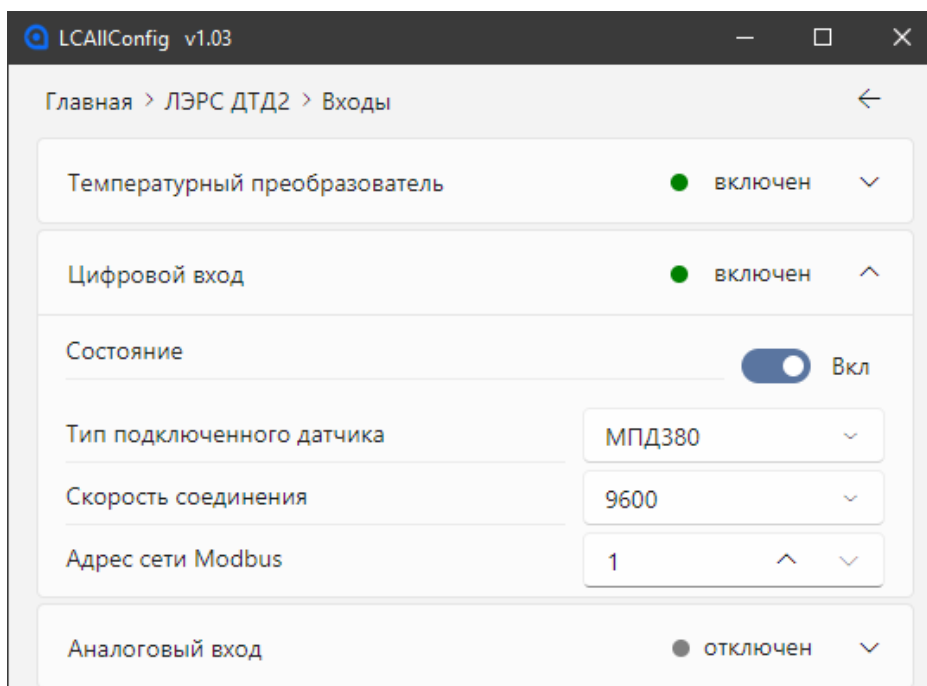

Рисунок 4.3. Утилита LCAIConfig – Настройка датчика давления цифрового
3.2 Датчик давления цифровой – настраиваются тип (модель) подключенного датчика, скорость порта датчика RS-485, и Modbus-адрес датчика (рис. 4.3). На текущий момент доступны к использованию следующие датчики: